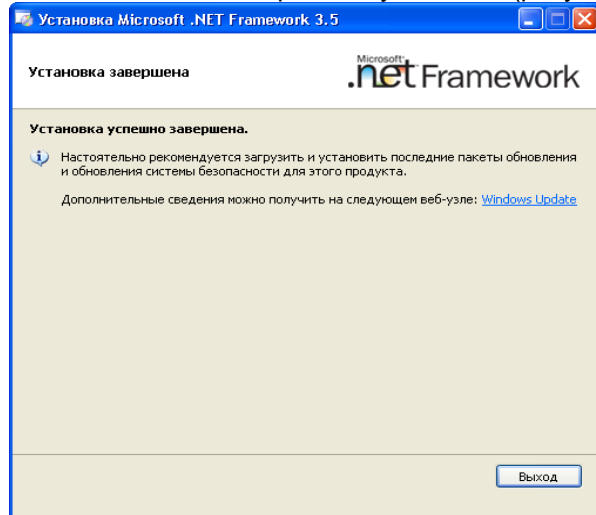

Рисунок 7.5
5) После установки программы "FrameWork_3.5" на экране ПК появится окно с сообщением о завершении установки (рисунок 7.5).